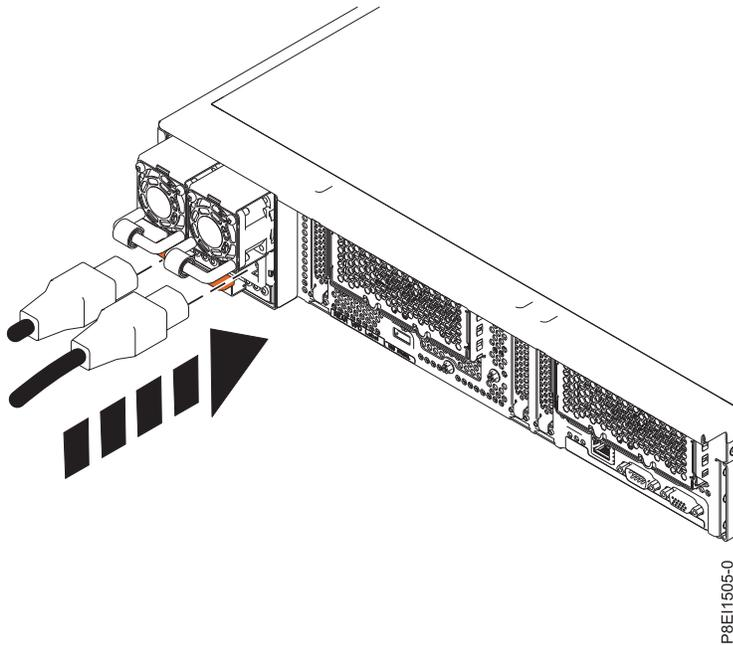

図 129. 8335-GTA システムまたは 8335-GCA システムへの電源コードの接続
2. ラベルを確認して、電源コードをシステム装置に再接続します。図 139 ページの図 129 を参照してください。